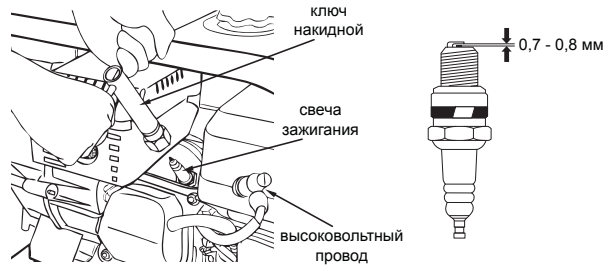

Рис. 14
- отсоединить высоковольтный провод от свечи зажигания и отвести его в сторону (см. рис. 14).